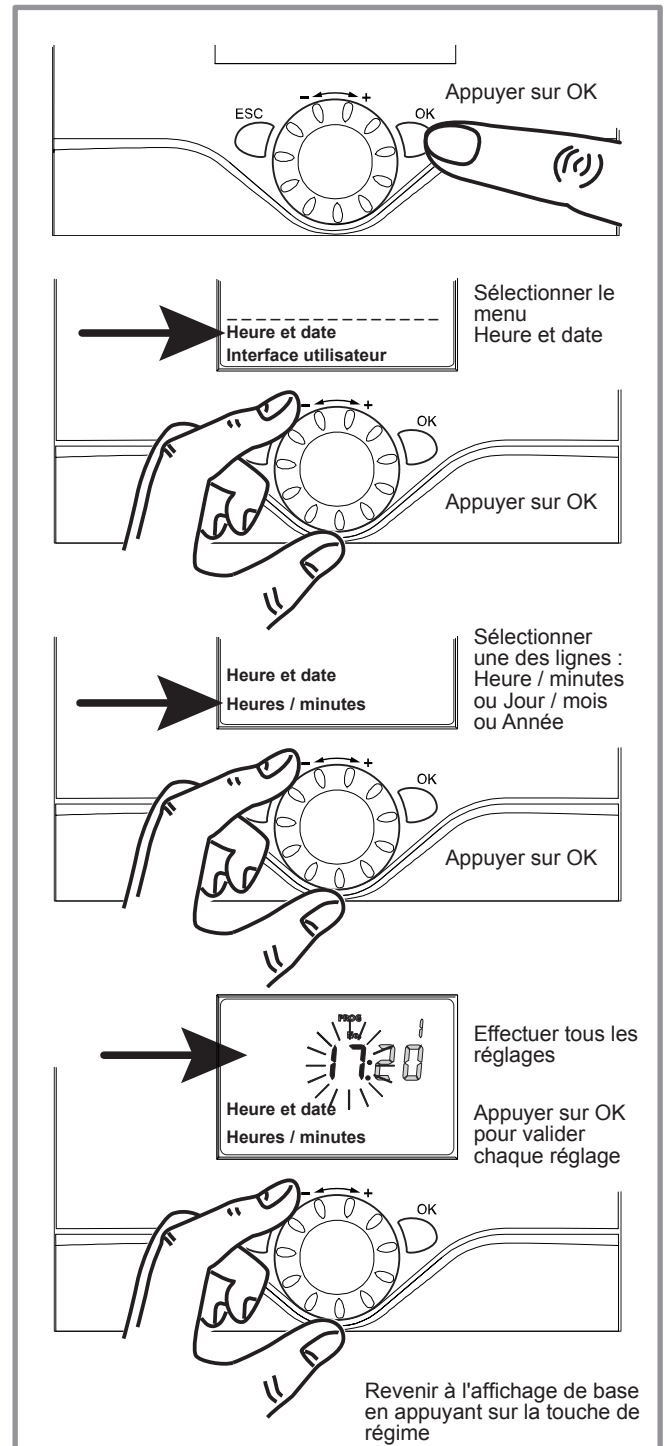

figure 7 - Réglage de l'heure et de la date
- Régler l'heure et la date en cours (figure 7).